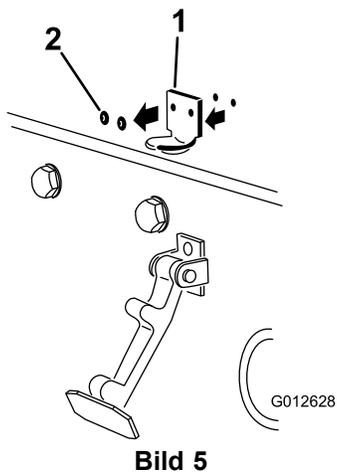

Bild 5
2. Entfernen Sie die zwei (2) Niete, mit denen die Halterung des Motorhaubenriegels an der Motorhaube befestigt ist (Bild 5). Nehmen Sie die Halterung des Motorhaubenriegels von der Motorhaube ab.